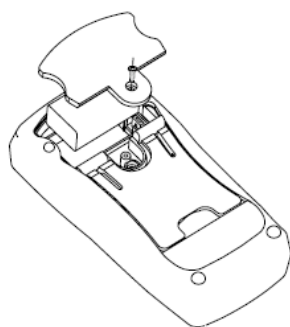

figura 8
J. SUSTITUCION DE LA BATERIA (VEA FIGURA 8)